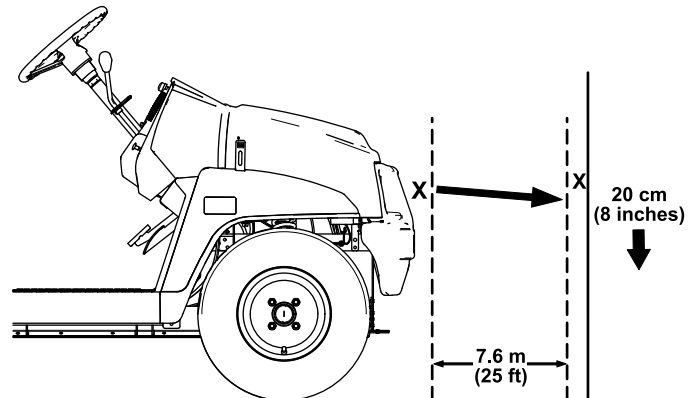

Figure 54
1. Garez la machine sur une surface plane et horizontale, avec les phares à environ 7,6 m de distance d'un mur (Figure 54).
La partie la plus brillante du faisceau doit se trouver 20 cm en dessous du repère que vous avez tracé sur le mur (Figure 54).